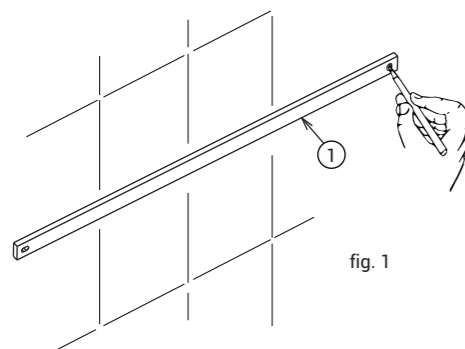

fig. 1
Para a instalação utilize a barra (1) do porta-toalha duplo para marcar a furação (fig. 1).
Apoie a base (1) na parede, e marque os furos existentes. (fig.1). Para furação utilize broca 6 mm. Após a furação coloque as buchas (2) nos furos. Fixe a base (1) com os 2 parafusos (3). Encaixe o acessório (4) na base (1) e fixe-o apertando o parafuso (5) utilizando a chave sextavada(6) que acompanha o produto.
Para a instalação, utilize o gabarito que acompanha o acessório para efetuar a furação (fig. 1). Para furação utilize broca 6 mm. Após a furação coloque as buchas (2) nos furos (fig. 2). Fixe as bases(1) na parede com os parafusos (3). Encaixe os acessórios(4) nas bases (1). Em seguida fixe-o, apertando os parafusos (5) utilizando a chave sextavada (6) que acompanha o produto.